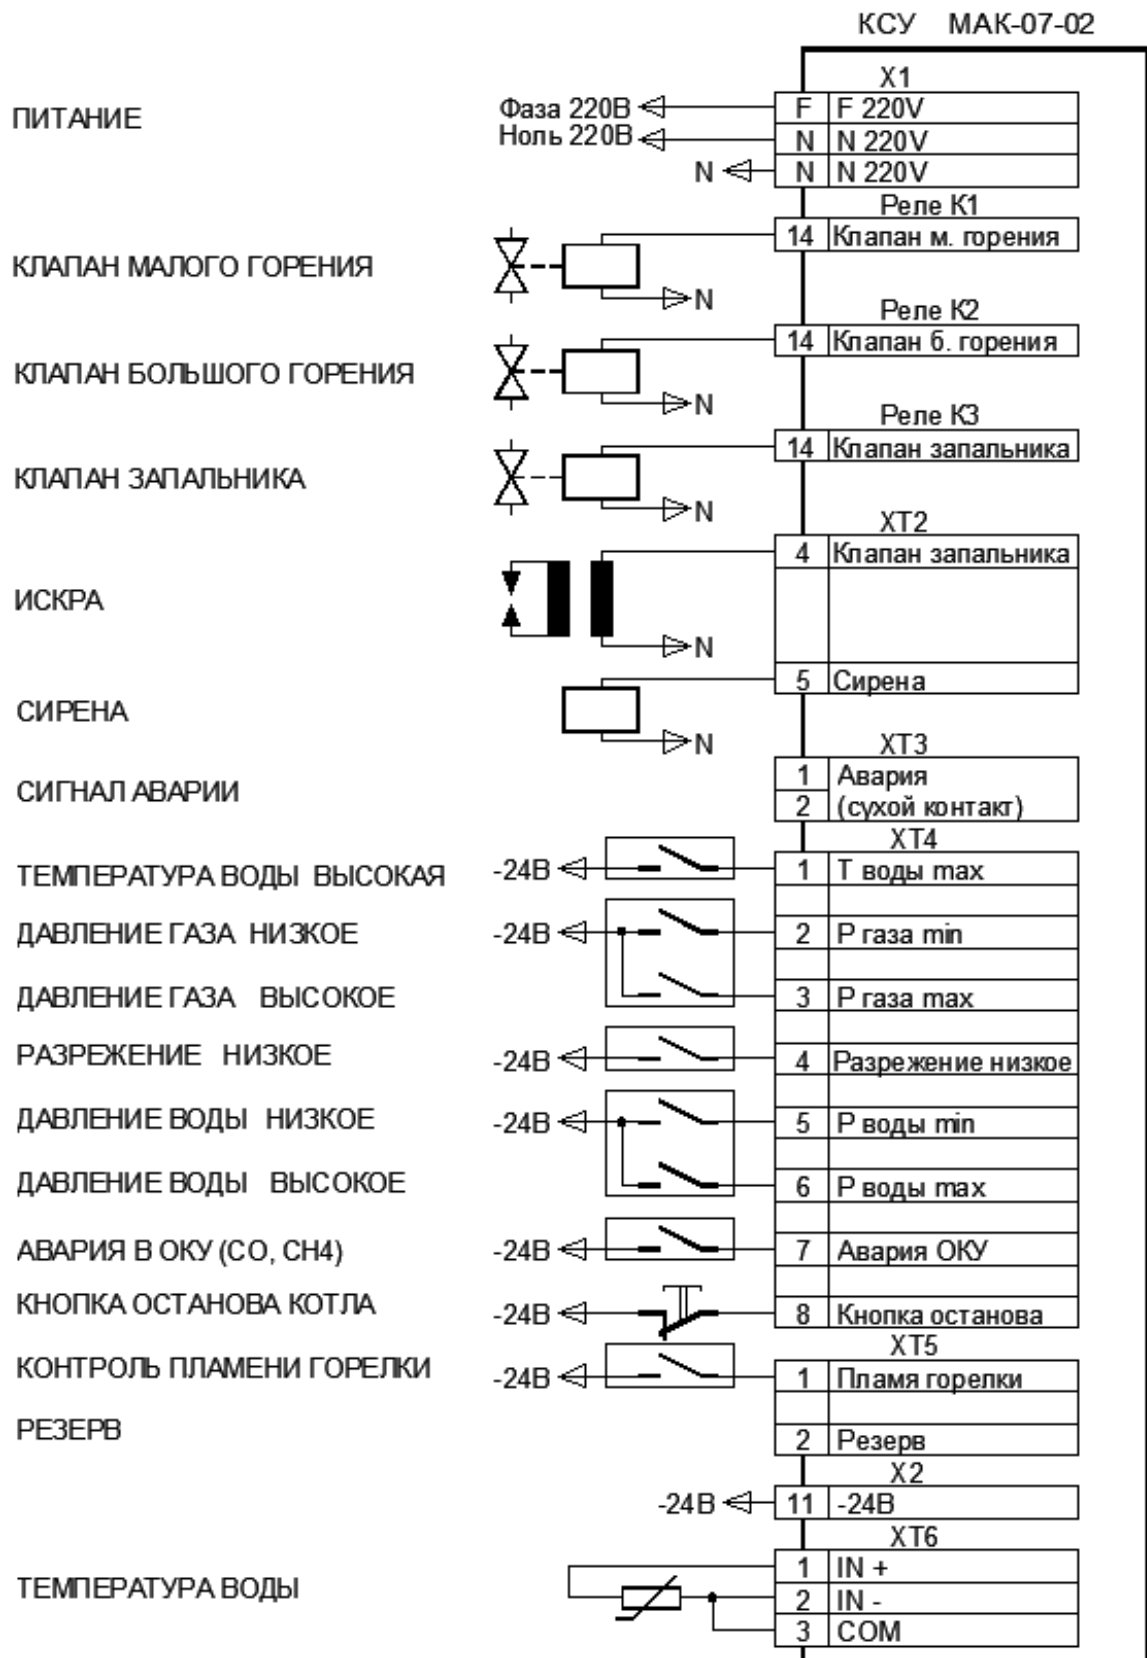

Рис. 1. Схема подключения КСУ МАК-07-02.
7.2.2. Внешний электрический монтаж осуществляется в соответствии со схемой подключения (см. рис. 1): сигнальные цепи проводами с медными жилами сечением 0,2-0,5 мм², цепи питания проводами с медными жилами сечением 0,75 мм².